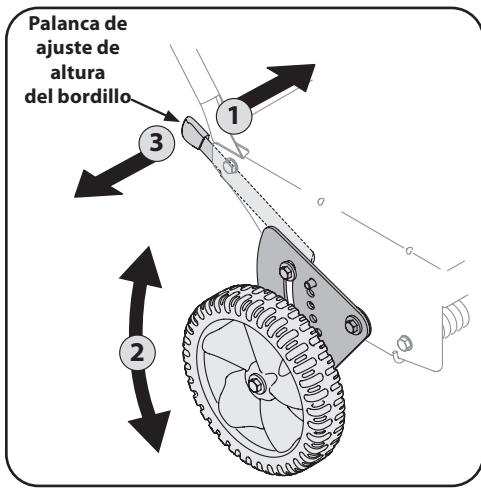

Figura 3-4
- Baje la rueda posterior derecha moviendo la palanca de ajuste de la altura del bordillo ligeramente a la izquierda. Vea la Figura 3-4.
- Suelte la palanca de ajuste de la altura del bordillo para trabar la rueda en esa posición. Vea la Figura 3-4.